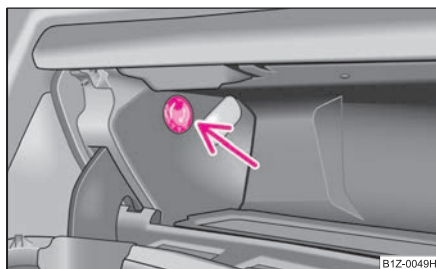

Fig. 100 Torpedoul:
- Porniți, respectiv opriți răcirea de la întrerupătorul ⇒ fig. 100.